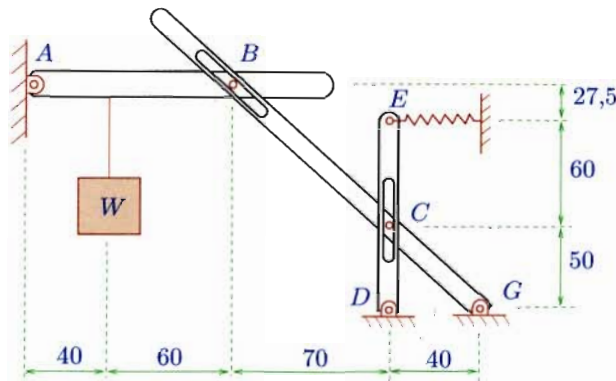

Figura 1: Mecanismo
1. Para el mecanismo mostrado en la Figura 1 determine la fuerza que tiene que resistir el resorte en E para que el sistema esté en equilibrio. Solo considére como fuerza externa el peso W y no el peso de las barras. No hay roce ni en los pasadores ni en las ranuras. Dimensiones en centímetros y $W = 1000\text{Kg}$ (15 puntos)